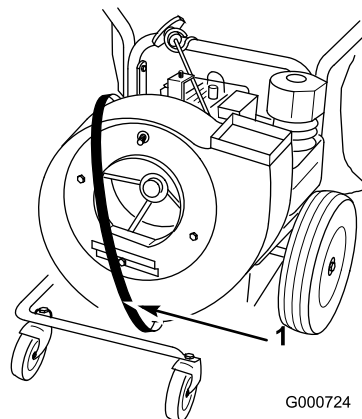

Figura 35
10. Enrute la correa nueva alrededor del conjunto del soplador (Figura 35).